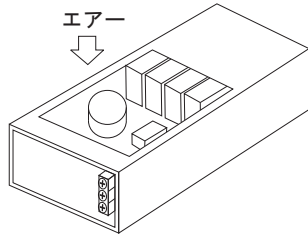

図 6.3 -N 仕様イメージ図
- ・冷却ファンを削除し、お客様にて冷却していただく仕様です。(図 6.3 参照)